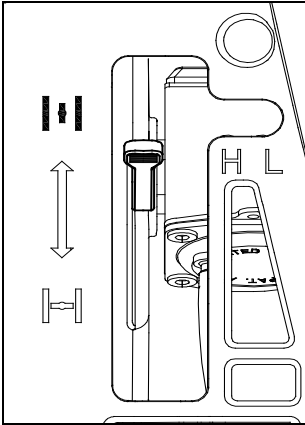

Рисунок 14 - Положение рычага для теплого двигателя
- Когда услышите первый ход двигателя, поднимите рычаг дросселя В в горизонтальное положение (как на Рисунок 14) до щелчка.
- Поднимите рычаг дросселя В в горизонтальное положение (как показано на Рисунок 14) до щелчка.
- Проверьте, что рычаг дросселя **В** находится в горизонтальном положении, как показано на Рисунок 14.
- Установите свечу зажигания и повторите процедуру, удерживая рычаг газа на максимуме и рычаг дросселя **В** в горизонтальном положении (Рисунок 14).